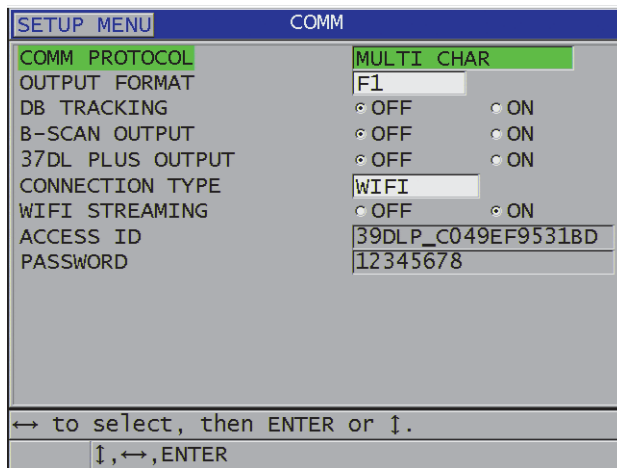

Figure 14-5 Configuration de la communication Wi-Fi
4. Dans l'écran **COMM.**, réglez le paramètre **CONNECTION TYPE (CONNEXION)** sur **WIFI** (Figure 14-5 à la page 287).